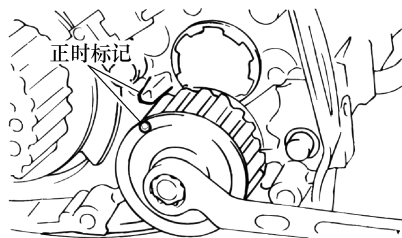

图 4-99 校准机油泵链轮正时标记
4) 校准机油泵链轮的正时标记与气缸体的正时标记,如图 4-99 所示。
① 从气缸体上拆下塞盖。
② 将柄的直径为 8mm 的十字旋具插入塞盖孔。如果能插入 60mm 或以上,则链轮的相